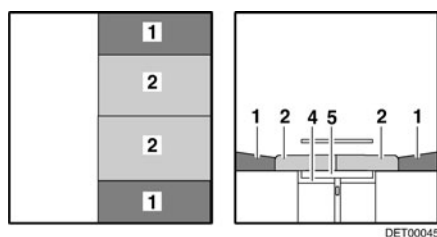

Fig. 97 Después de la transformación
- Tirar de los cojines del asiento (Fig. 97,2) hacia el centro.
- Colocar los cojines del respaldo (Fig. 97,1) entre los cojines del asiento y la pared.
- ▷ Según el modelo, se deberá insertar un cojín adicional en lugar del segundo cojín del respaldo (Fig. 97,1).